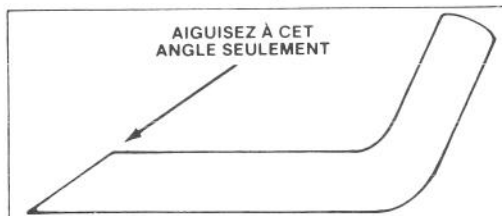

Figure 20
6. **AIGUISAGE DE LA LAME** — A l'aide d'une lime, aiguissez le tranchant aux deux extrémités de la lame (Fig. 20). La lame restera équilibrée si vous enlevez la même quantité de métal des deux extrémités de la lame.